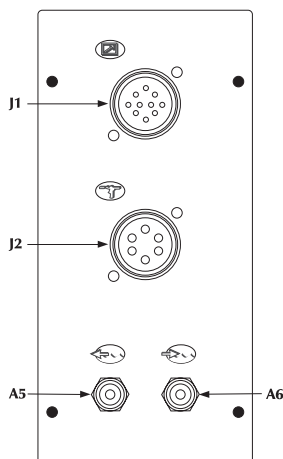
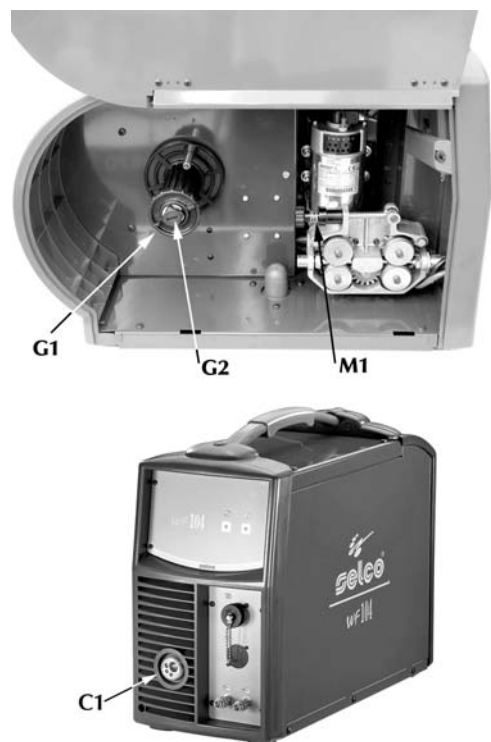

Fig. 8
Fig. 10 Komponenter på vagnen
- Skruva loss låsringen (G1 i fig. 10) från trådrullshållaren och för in trådrullen.
För också in hållarens metallstift på plats, sätt tillbaka låsringen (G1) och dra åt friktionsskruven (G2 i fig. 10).
- Lossa stödet för kuggväxelmotorns trådmatare (M1 i fig. 10) och för in trådänden i trådförarbussningen via valsen till brännaruttaget.
- För in brännaren med manteln i mittuttaget (C1 i fig. 10) och dra åt låsringen helt. Anslut matar- och returslangarna till kopplingsstyckena (A5-A6 i fig. 8) om brännaren är vattenkyld.